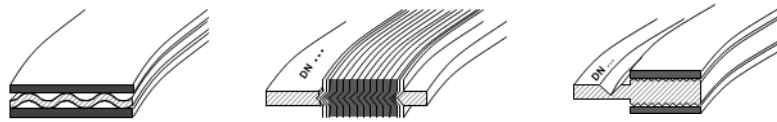

Abb.1 Wellring-, Spiral-, Kammprofilichtung (v.L.)
Es ist kaum vorstellbar, dass Anlagenbetreiber die geringen Mehrpreise für hochwertige Dichtungen, nach TRBS 2152, Teil 2 / TRGS 722, Abschnitt 2.4.3.2, Absatz (5), Punkt e), besondere Dichtungen (Abb.1), wie Wellring-, Spiral- oder Kammprofilabdichtungen nicht in Kauf